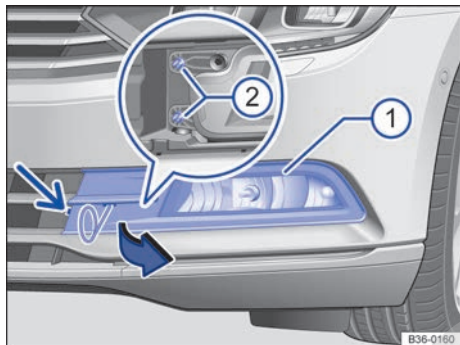

Fig. 230 En el lado izquierdo del paragolpes delantero: faro para la luz antiniebla y la luz diurna.
- 2 Desenrosque el tornillo de fijación de la tapa → fig. 230 con el destornillador de las herramientas de a bordo → pág. 284.
- 3 Introduzca el gancho de alambre de las herramientas de a bordo → pág. 284 en el rebaje tal y como se muestra y tire de la cubierta → fig. 230 hacia delante, en el sentido de la flecha, con el gancho.
- 4 Desenrosque los tornillos de fijación del faro → fig. 230 con el destornillador.
- 12 Enrosque los tornillos de fijación del faro → fig. 230.
- 13 Vuelva a colocar la cubierta → fig. 230 en el paragolpes y encástrela.
- 14 Enrosque el tornillo de fijación de la cubierta → fig. 230 (flecha pequeña).